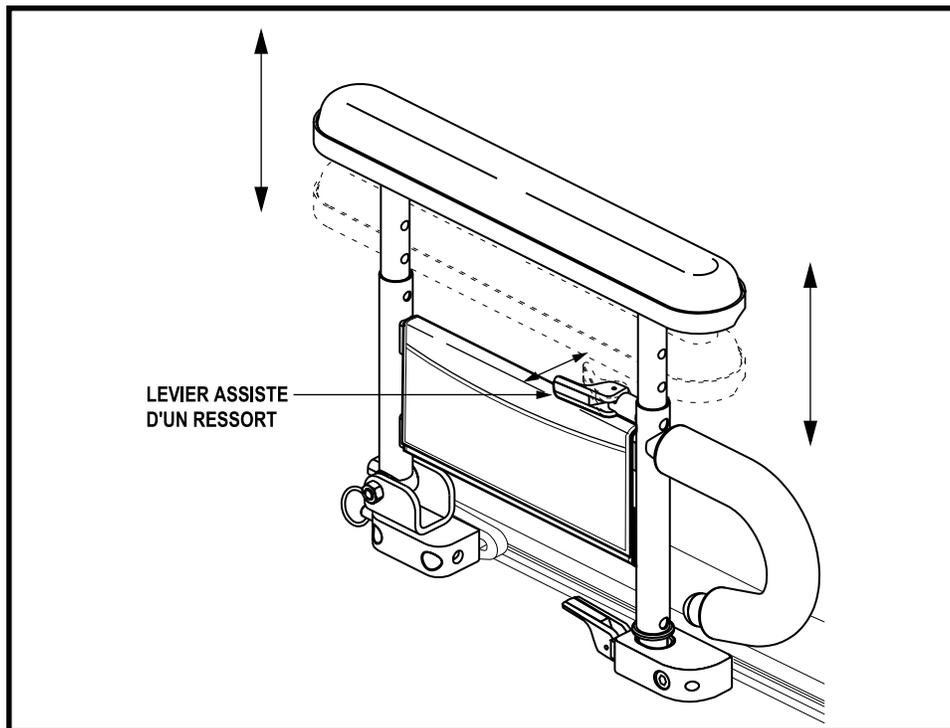

Figure 23. Réglage hauteur accoudoir relevable à deux montants
1. Poussez le levier à ressort vers l'intérieur. Voir la figure 23.